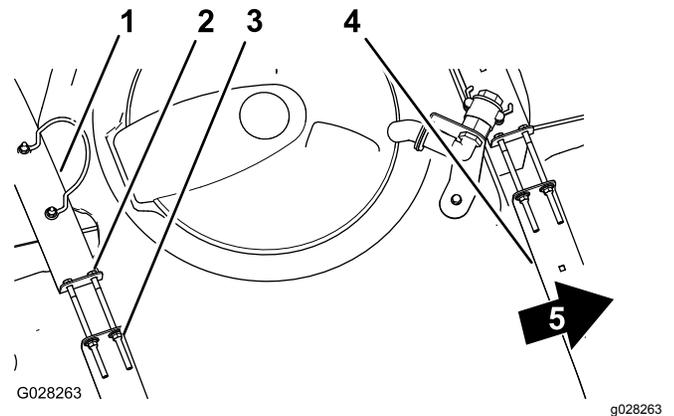

Figura 18
2. Compruebe si hay holgura entre los flejes y el depósito (**Figura 18**).
3. Si los flejes tienen holgura, apriete las contratuercas con arandela prensada y los pernos del extremo superior de los flejes hasta que los flejes queden apretados contra la superficie del depósito (**Figura 18**).